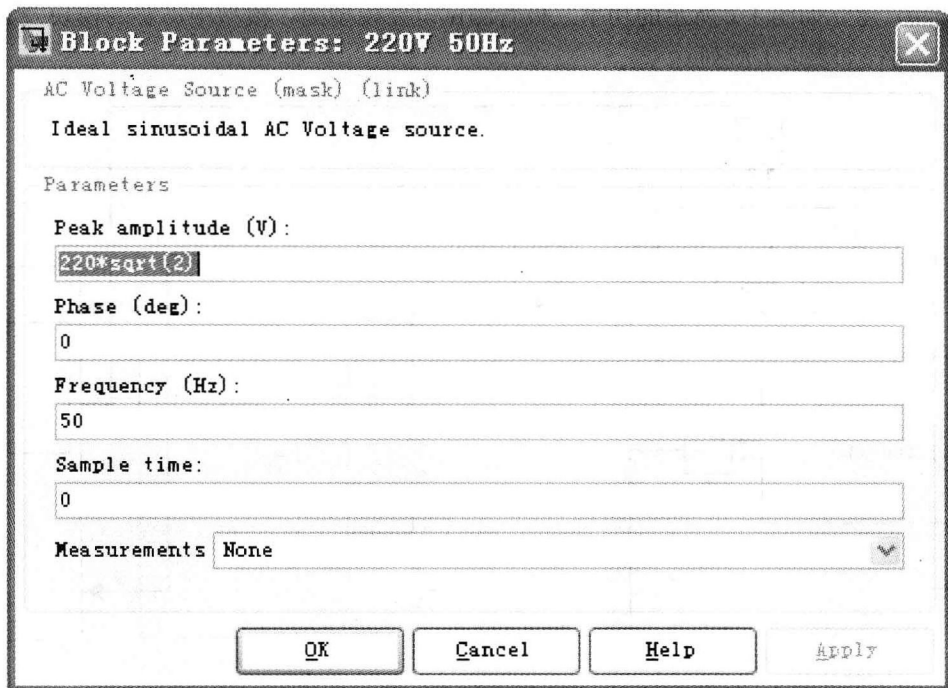
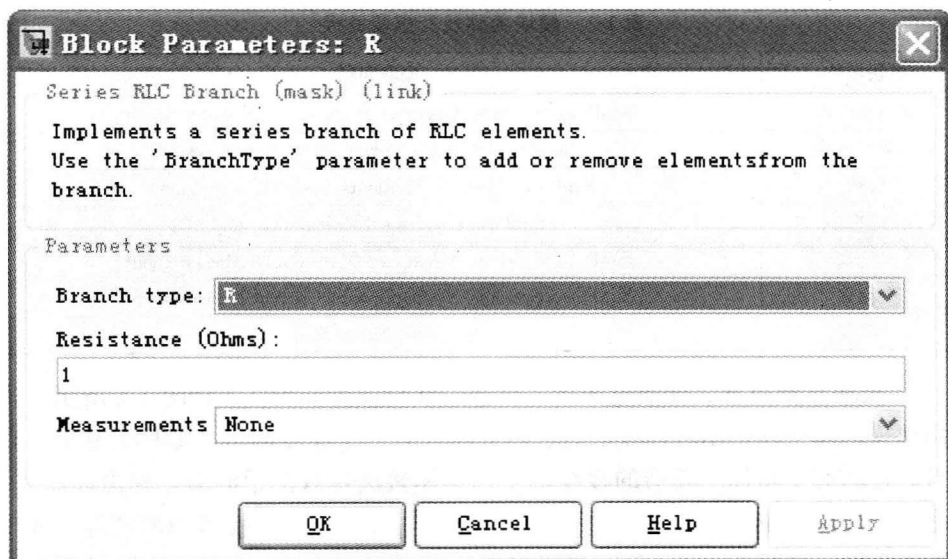
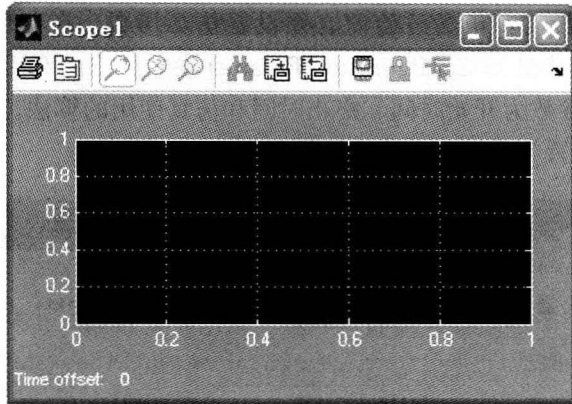
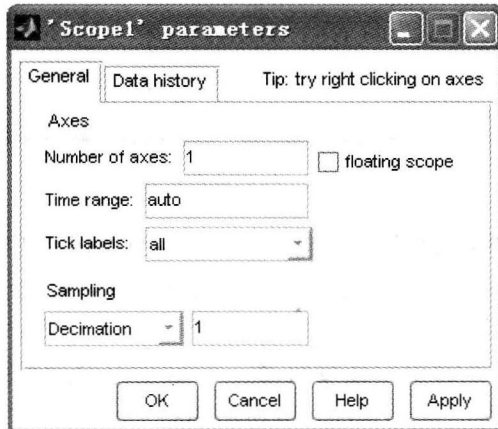

图 1-3 交流电压源参数设置
图 1-4 负载参数设置
图 1-5 示波器窗口
图 1-6 示波器对话框 General 栏
2. 模块参数设置：交流电压源、负载的参数设置如图 1-3 和图 1-4 所示。当我们将模块库中拉出示波器模块时，示波器只有一个连接端子，即只能显示一路信号。这时需要增加示波器的接线端子，具体做法是双击示波器，弹出如图 1-5 所示的对话框。单击工具栏中的第二个小图标，即打印机图标旁边的图标，弹出如图 1-6 所示的第二个对话框。只要将 Number of axes 项中的“1”改成所需的端子数即可，本实验需要用到 4 个端子，我们把它改成“4”。注意图 1-6 对话框